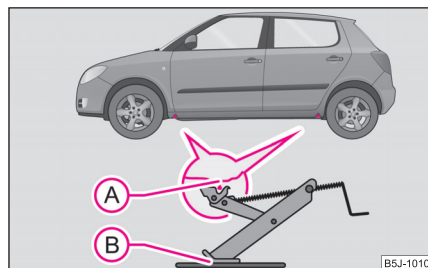

Fig. 186 Înlocuirea roții:
- Pentru ridicarea autovehiculului căutați punctul de fixare a cricului cel mai apropiat de roata defectă ⇒ fig. 186.